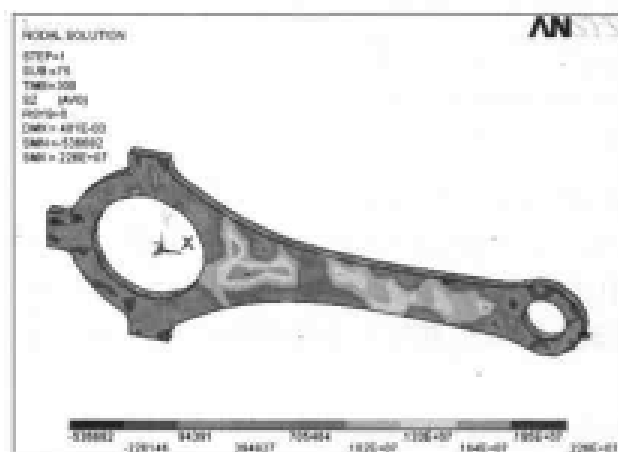

图 13-117 Z 方向应力场分布等值线图
(6) 选择 Main Menu | General Postproc | Plot Result | Contour Plot | Nodal Solu 命令, 出现 Contour Nodal Solution Data 对话框, 选择 Nodal Solution | Stress | Z-Component of stress 选项, 单击 OK 按钮, ANSYS 窗口显示 Z 方向应力场分布等值线图, 如图 13-117 所示。